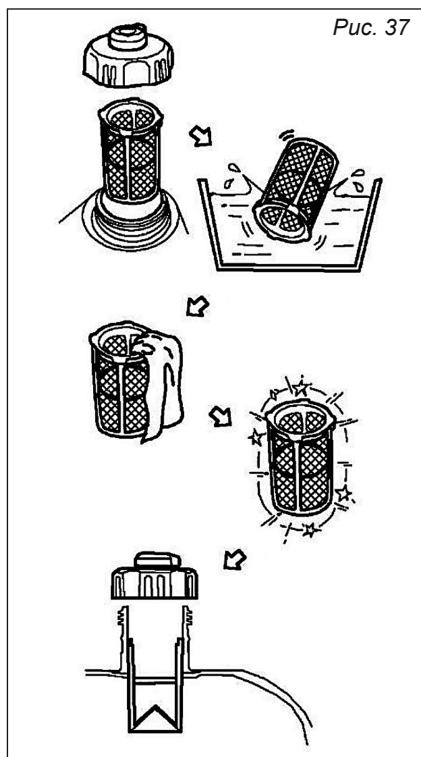

Рис. 37
9.6. Фильтр топливного бака (рис. 37)